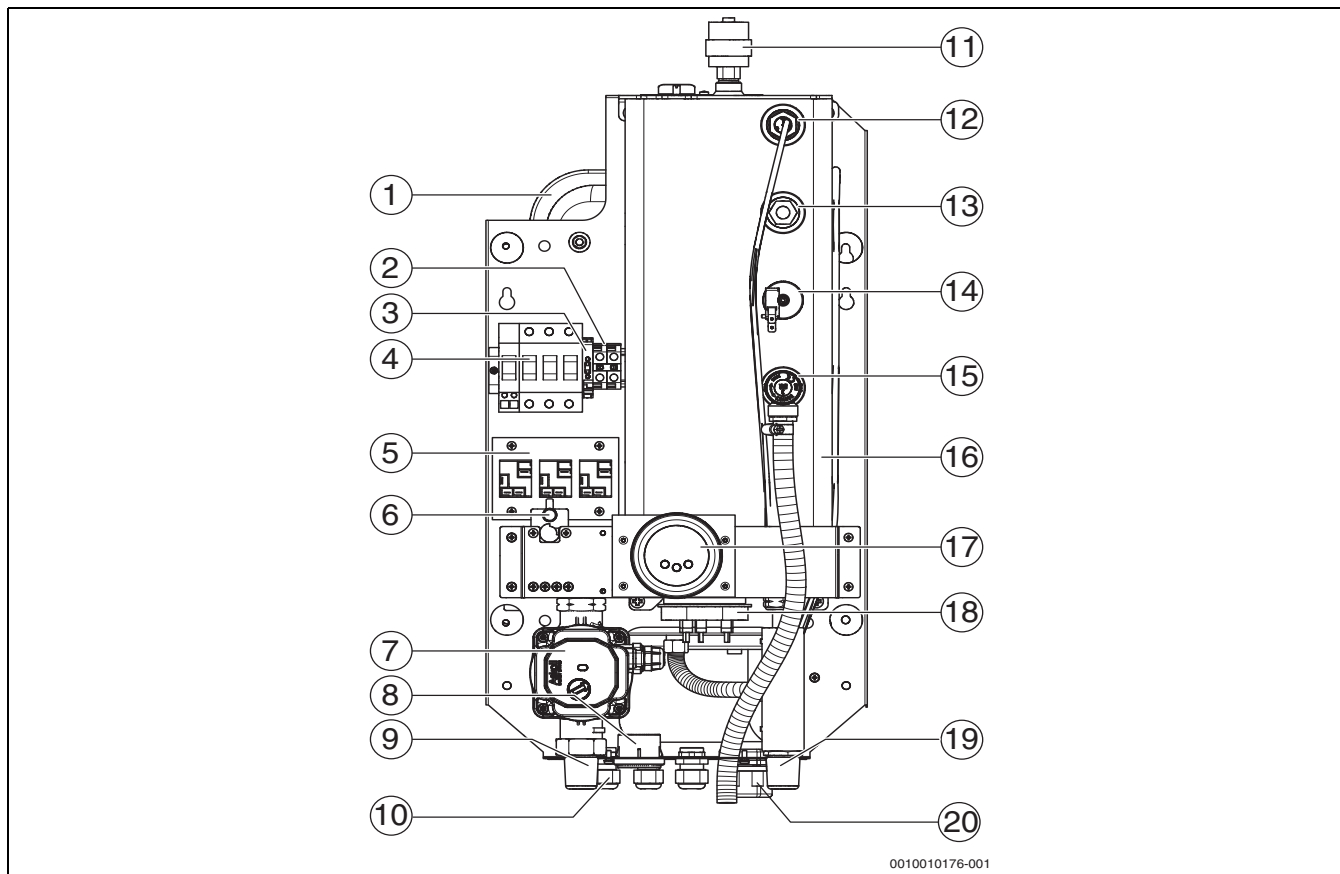

Bild 1 Funktionselemente des Heizgeräts Logamax E156 4-12 kW
- ▶ Sicherheitsventil nie verschließen (→ Abb. 1, S. 6, [15])